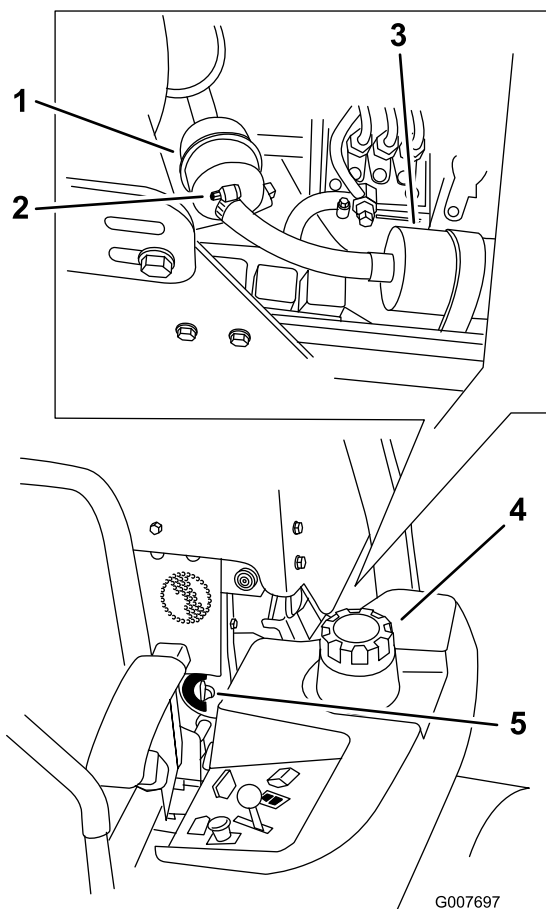

Figura 68
4. Chiudete la valvola di intercettazione del carburante (Figura 68).
5. Allentate le 2 fascette stringitubo e scollegate i tubi del carburante dal filtro carburante (Figura 68).
6. Montate un nuovo filtro. Collegare i tubi del carburante al filtro carburante e montate le 2 fascette stringitubo (Figura 68).